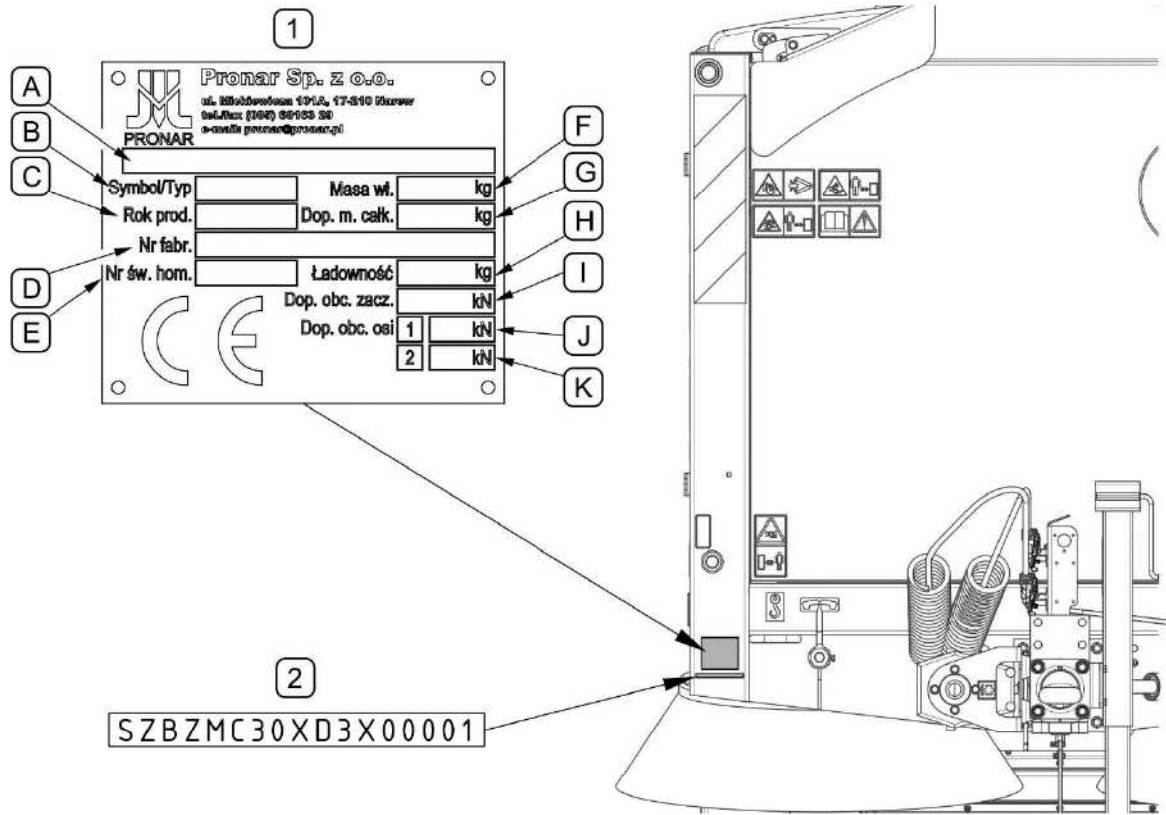

РИСУНОК 1.1 Размещение заводского щитка и заводского номера
Машина маркируется при помощи заводского щитка (1) и заводского номера (2), указанного на прямоугольном поле под заводским щитком (РИСУНОК 1.1). Заводской щиток и заводской номер размещаются с правой стороны машины на балке переднего борта (РИСУНОК 1.1). При покупке машины необходимо проверить соответствие заводских номеров, размещенных на машине, и номера, указанного *В ГАРАНТИЙНОМ ТАЛОНЕ*, в документации продажи и в *РУКОВОДСТВЕ ПО ЭКСПЛУАТАЦИИ*. Значение символов на заводском щитке представлено на рисунке ТАБЛИЦА 1.1